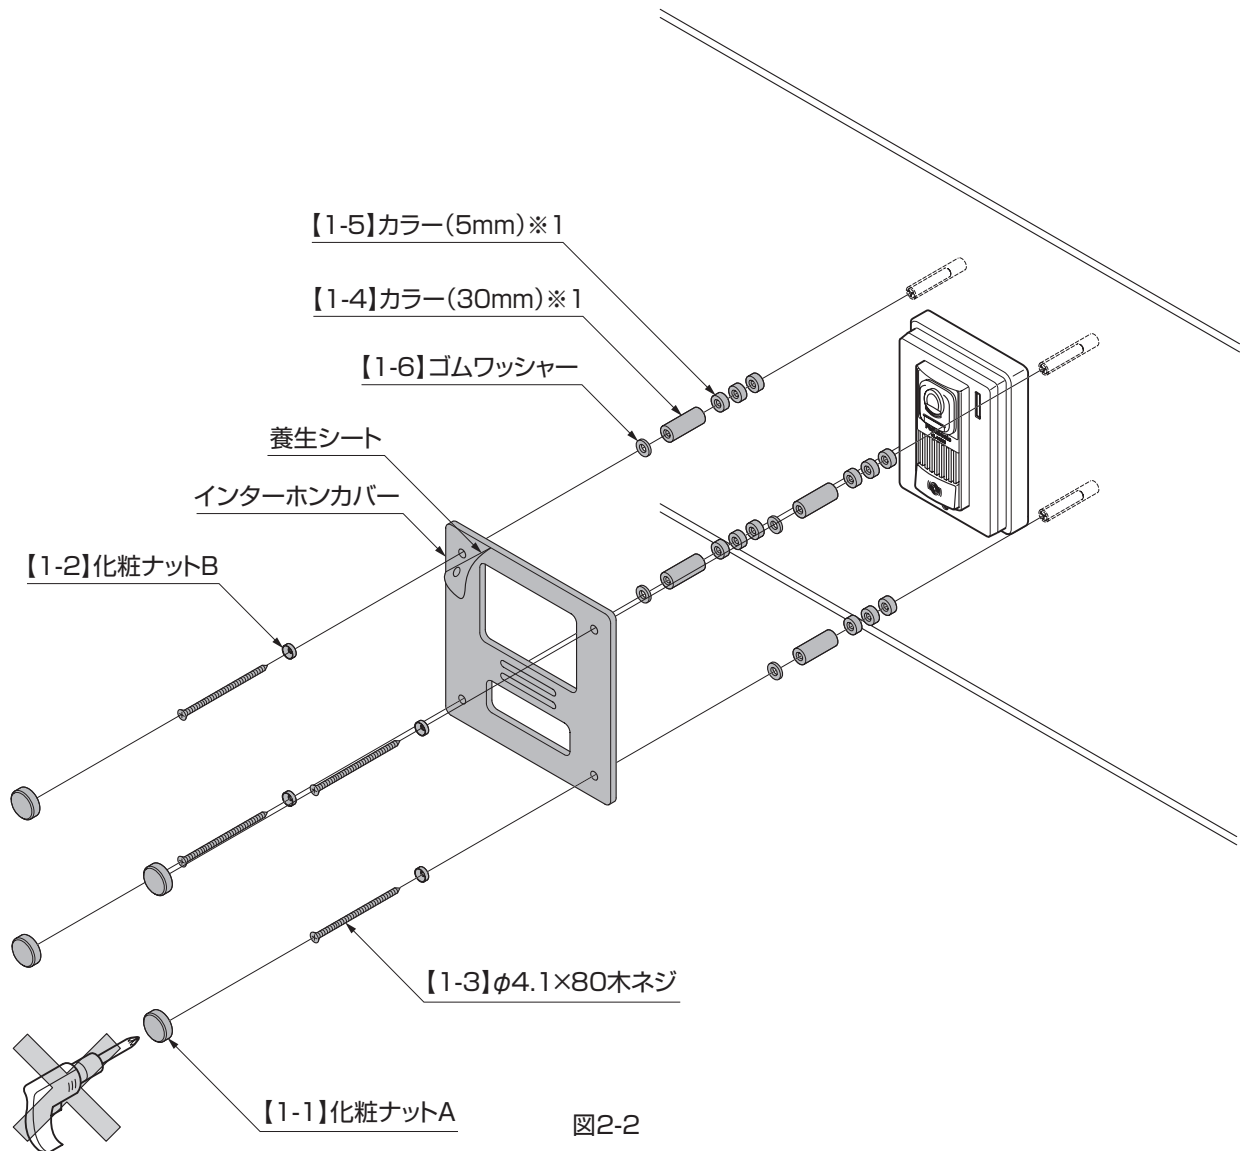

図2-2
③【1-3】、【1-2】、インターホンカバー、【1-6】、【1-4】、【1-5】を順に取付けてください。(図2-2参照)